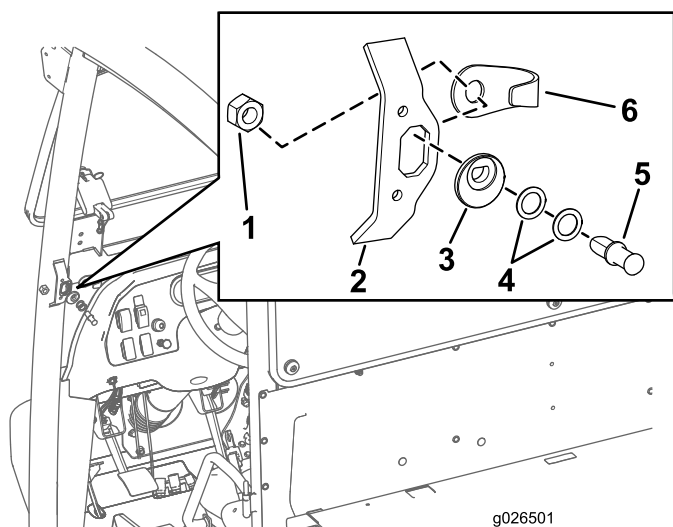

図 5
1. 図5に示すように、ラッチピンのカムを、ストライカ・プレートの開口部に合わせる。
2. ラッチピンのカムにラッチピンを挿入する最初はワッシャを入れないで図5。
3. ピンガードと六角ナット 7/16 インチ をストライカ・プレートの裏側にセットする 図5。
4. ラッチピンについている六角ナット 7/16 インチ を指締めする 図5。